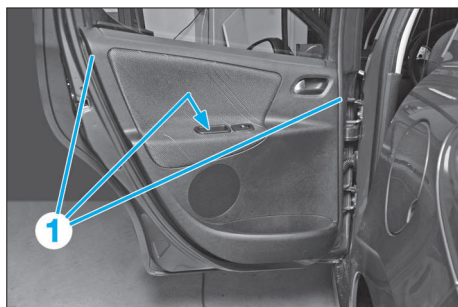

FIG. 60
- Déposer les 3 vis (1) (Fig.60).